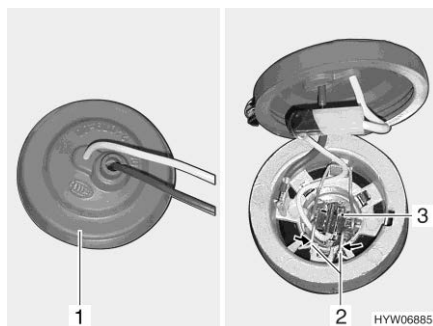

Fig. 287 Phare (vue de l'intérieur)
- Passer la main derrière le phare et retirer le capuchon en caoutchouc (Fig. 287,1) du boîtier de la lampe.
- Basculer l'étrier métallique (Fig. 287,2) et le décrocher du support.
- Retirer l'ampoule (Fig. 287,3) et le câble du boîtier de la lampe.